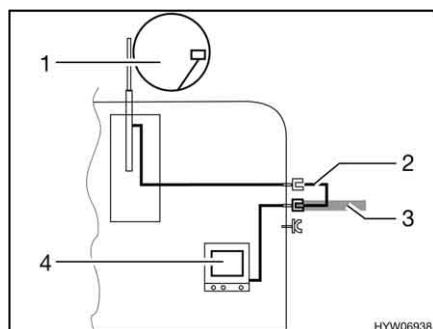

Fig. 99 TV nel veicolo
- TV nel veicolo (Fig. 99,4): Collegamento all'antenna del tetto (Fig. 99,1) con cavo di collegamento (Fig. 99,2)
- TV nel veicolo (Fig. 99,4): Collegamento a antenna esterna (Fig. 99,3)